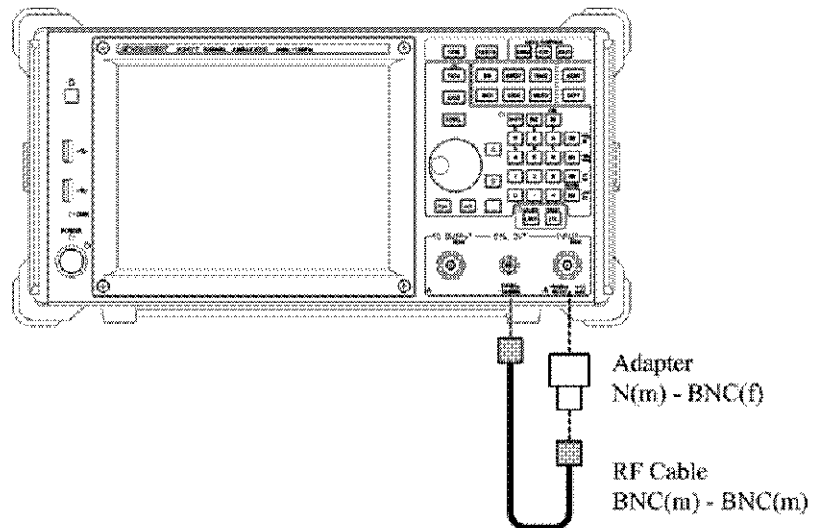

図 3-11 オート・キャリブレーション
- 標準付属品の N(m)-BNC(f) アダプタ、入力ケーブル (A01037-0300) を使用し、図 3-11 のように接続します。